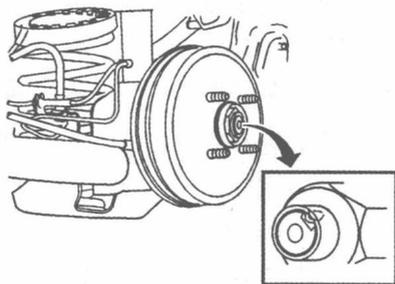

图 1-23 拆卸制动蹄和摩擦衬片
- (1) 举升并妥善支撑车辆。
- (2) 拆卸后轮。
- (3) 标记车轮相对于轮毂的位置。
- (4) 拆卸制动鼓。
- (5) 拆卸制动蹄和摩擦衬片, 如图 1-23 所示。
- (6) 清除车轮制动分泵制动管路进口、导杆和螺栓周围的油污和异物。
- (7) 从车轮制动分泵上断开制动管路。
- (8) 塞住制动管路开口, 以免制动液流失或污染。